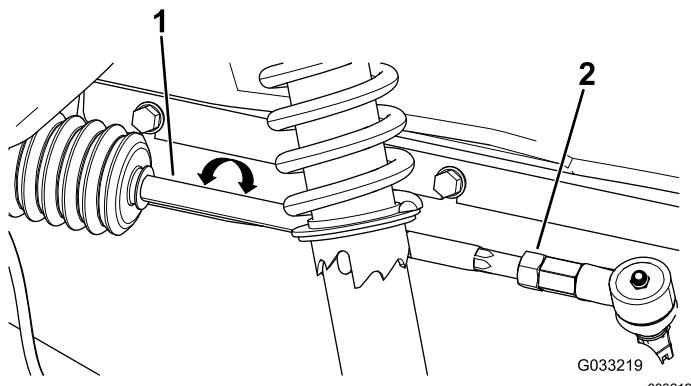

Figura 53
2. Se la misura non rientra nel campo specificato di 0 - +/-3 mm, allentate i controdadi all'estremità esterna dei tiranti (Figura 53).